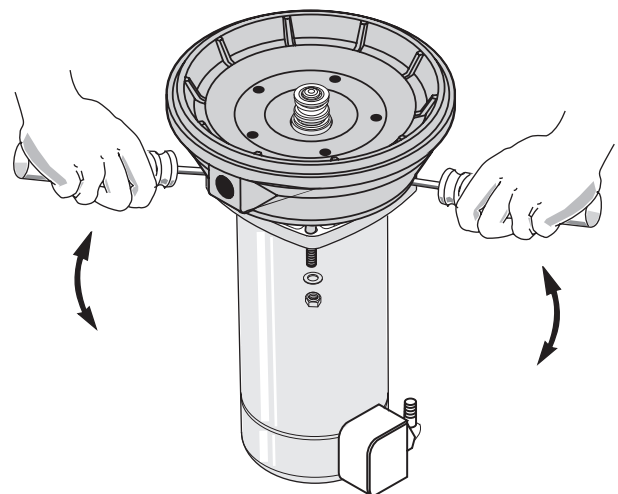

Figure 9
3. Séparer la moitié arrière de la pompe du moteur en dévissant les quatre (4) écrous. Forcer pour séparer la moitié arrière du moteur en insérant deux (2) tournevis entre la moitié arrière de la pompe et la bride du moteur. Cela fera sortir de l'arbre la partie rotative du joint. Voir la figure 9.